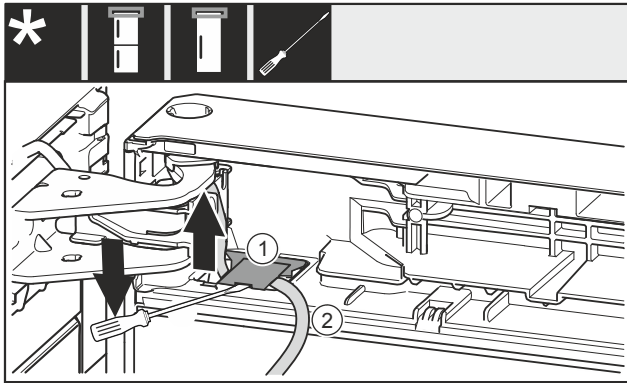

Fig. 21
- ▶ Используя шлицевую отвертку, поднимите и извлеките крышку Fig. 21 (1).
- ▶ Осторожно вытяните кабель Fig. 21 (2).